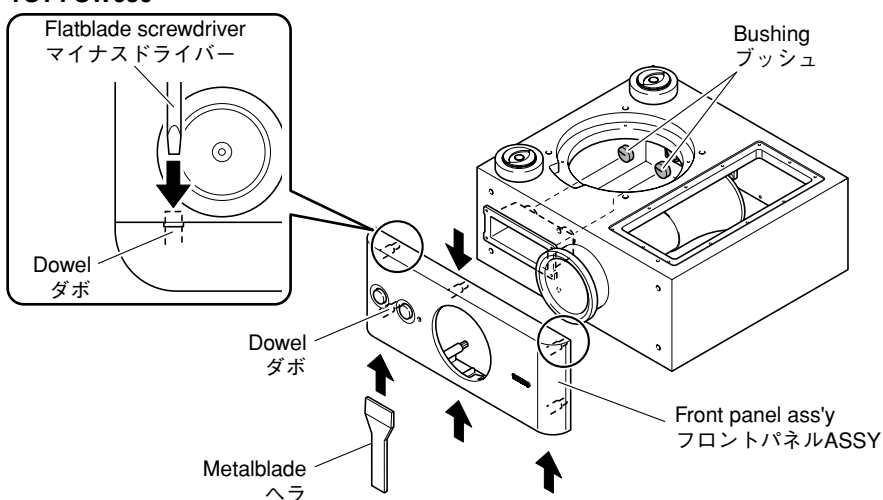

Fig. 4
a. Remove 2 bushings. (Fig. 4)
b. First, insert a flatblade screwdriver at 2 dowel positions and push up the front panel ass'y. (Fig. 4)
c. Next, using the metalblade or the like, push the front panel ass'y upward until it comes off. (Fig. 4)
a. ブッシュ2個を外します。(Fig. 4)
b. 最初にマイナスドライバーを2箇所のダボ位置へ差し込み、フロントパネルASSYを押し上げます。(Fig. 4)
c. 次にヘラ等を使い、徐々に上面へ押し上げて、フロントパネルASSYを取り外します。(Fig. 4)